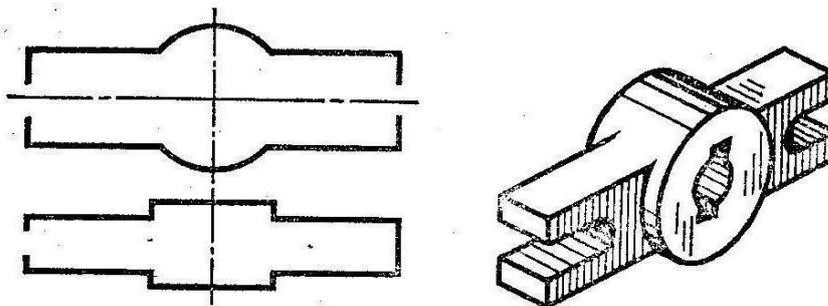

Рис. 1
1. Руководствуясь рисунком и используя кальку, дочертите главный вид детали. На месте вида сверху выполните горизонтальный разрез (рис. 1). Отверстия сквозные.